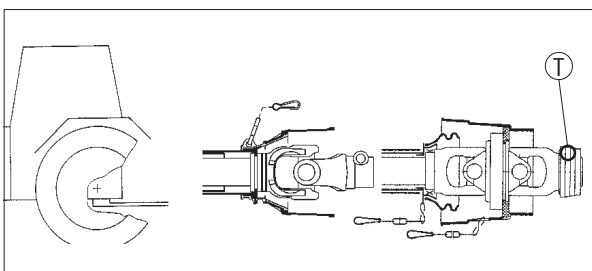
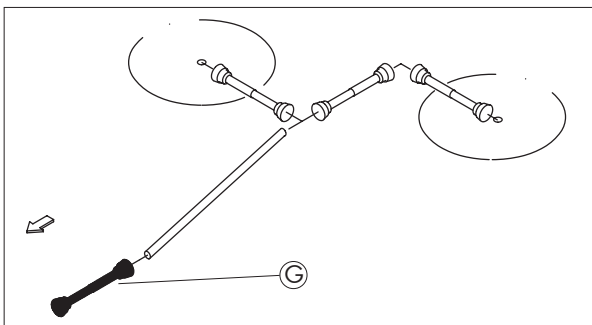

Bild 3-23
Bild 3-24
Die einseitige Weitwinkelgelenkwelle (G) ist mit dem Weitwinkelgelenk maschinenseitig zu montieren. Es gibt nur eine Position, auf der das Gabelstück mit Hilfe des Bolzens (T) auf der Zwischenwelle arretiert werden kann (Bild 3-23 und Bild 3-24).